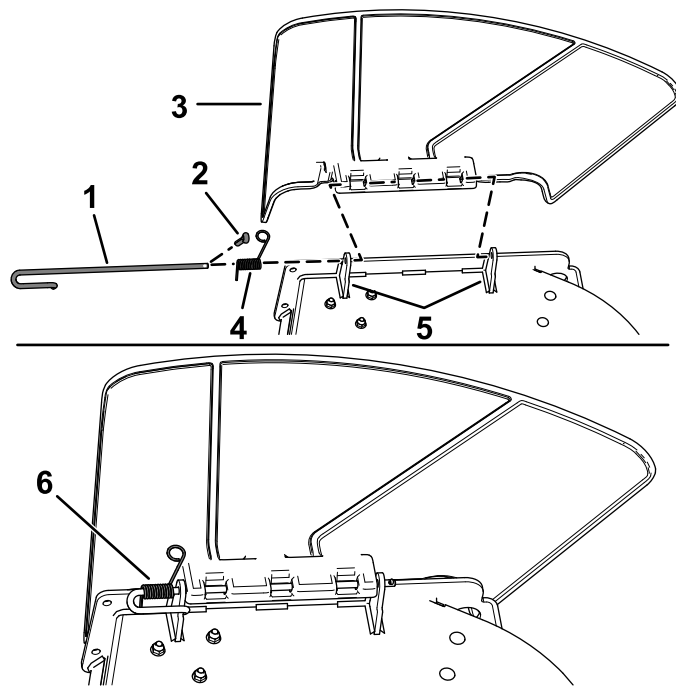

Рисунок 75
1. Снимите шплинт (Рисунок 75).
2. Освободите пружину из выемки в кронштейне отражателя и выдвиньте стержень из приваренных кронштейнов деки, пружины и отражателя выброса (Рисунок 75).
9. Установите шплинт (Рисунок 75).